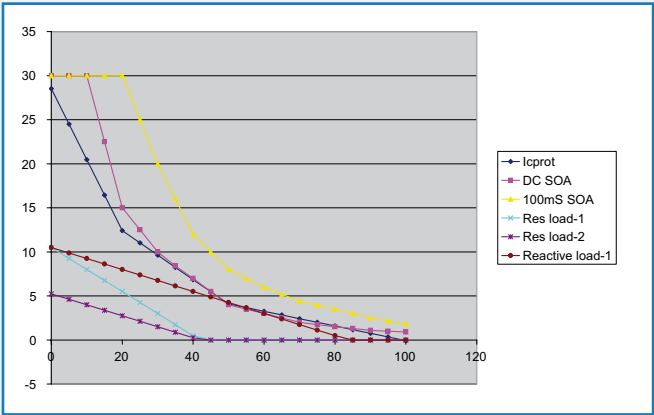

Figure 1. Aire de sécurité (SOA), lignes de charge et zone de protection.
La figure 1 montre les diverses courbes nécessaires pour mettre au point la protection SOA pour deux paires de composants de sortie. Le courant de collecteur I_C (A) est représenté sur l'axe vertical, la tension collecteur-émetteur V_{CE} (V) sur l'axe horizontal. Quand V_{CE} est nulle, cela signifie que V_{out} est égale à V_{supply} . En pratique, il y aura toujours quelques volts résiduels de V_{CE} à la tension de sortie maximale, mais nous l'ignorons pour le moment. La courbe cyan montre les combinaisons sûres de I_C et V_{CE} permanents pour deux Darlingtons STD03 Sanken, utilisés dans cet amplificateur. La courbe jaune représente ces combinaisons pour une charge qui ne dure pas plus de 100 ms. Cela signifie que les combinaisons qui tombent en-dessous et à gauche de la courbe sont sûres, mais que le système de protection doit être activé dès que la courbe est traversée. Comme la musique est faite d'impulsions et non de courant continu, on pourrait dire que le respect de la courbe jaune est suffisant, mais en utilisant la courbe cyan nous aurons un facteur de sécurité supplémentaire en plus d'une protection contre les courts-circuits en continu.
La figure 1 montre aussi quelques lignes de charge, qui sont les combinaisons de I_C et V_{CE} requises pour attaquer une charge (résistive), en supposant une alimentation de ± 40 V. La ligne inférieure, en rose, est une charge de 8 Ω , la bleue une charge de 4 Ω . Par exemple dans le cas de 4 Ω , nous voyons que quand $V_{CE} = 0$, la tension de sortie est égale à la tension d'alimentation (40 V dans ce cas) donc I_{out} dans 4 Ω vaut 10 A. La courbe marron concerne aussi une charge de 4 Ω , mais maintenant avec une composante réactive maximale à 90° de déphasage. C'est une charge particulièrement méchante. Avec $V_{CE} = 40$ V, nous sommes exactement à mi-chemin des alimentations (± 40 V) avec $V_{out} = 0$. Avec $V_{CE} = 60$ V, V_{out} est en fait négative, -20 V, mais le courant de collecteur I_C reste positif (3 A). Cela signifie que le transistor supérieur (composant NPN) débite du courant même avec une tension de sortie négative ! Dans ces circonstances (qui peuvent se présenter relativement facilement avec les charges réelles haut-parleur/filtre) des combinaisons de V_{CE} et I_C très élevés peuvent arriver même si la dissipation du composant est très limitée comme le montre la courbe de SOA. Dans cet exemple, avec $V_{CE} = 60$ V et $I_C = 3$ A, la dissipation autorisée est de 90 W, alors que la feuille de caractéristiques annonce un composant de 160 W.
Ainsi nous pouvons faire une simple limitation de courant qui suit, par exemple, la ligne de la charge complexe de 4 Ω , mais cela nous interdit l'usage de la grande plage à faible V_{CE} et I_C entre 10 A et 30 A, qui pourrait être utile avec des haut-parleurs qui ont des creux à basse impédance. Il est clair d'après la figure 1 qu'un simple limiteur de courant n'est pas suffisant. Nous devons « modéliser » la courbe cyan dans notre circuit. Cela peut être fait avec quelques éléments non-linéaires dans le circuit, et la courbe de protection SOA que je recherche est représentée en bleu foncé. Elle présente deux points d'inflexion, à $V_{CE} = 20$ V et $V_{CE} = 50$ V.